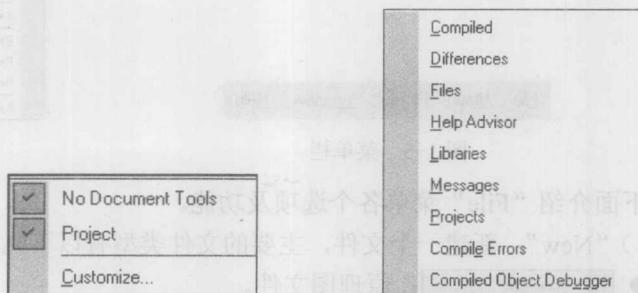

图 1-8 “Toolbars” 菜单子项
- 1) “Toolbars”: 控制工具栏的显示与隐藏，它包含如图 1-8 所示的子项。